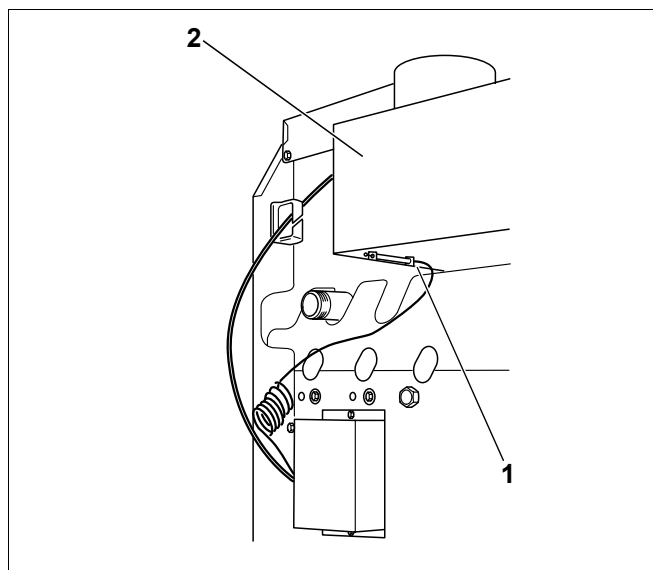

Рис. 34 Проверка системы контроля дымовых газов AW 50
- Снять датчик температуры дымовых газов (рис. 34, **поз. 1**) с прерывателя тяги (рис. 34, **поз. 2**).
- При работающей горелке удерживать наконечник датчика температуры (рис. 34, **поз. 1**) в середине потока дымовых газов. Подача газа прекращается максимум на 120 секунд, и горелка выключается. Через несколько минут горелка вновь автоматически включится, так как остается потребность в тепле.
- Установить датчик температуры дымовых газов (рис. 34, **поз. 1**) на место.